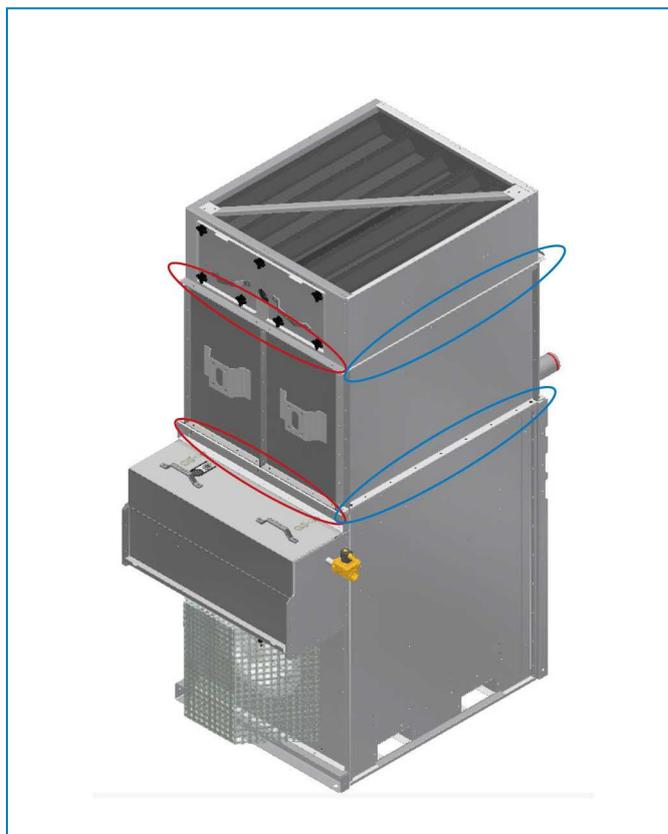

Abbildung 7 Art der Befestigungsmittel für Sprühteilanordnung
2. Entfernen Sie das Zugangsblech vom Sprühteil und bewahren Sie das Montagematerial auf. Entfernen Sie dann vorsichtig die Tropfenabscheider durch die Öffnung. Notieren Sie Ausrichtung und Ort der einzelnen Tropfenabscheider. Die Tropfenabscheider werden nach Installation des Sprührohrsystems wieder angebracht. Siehe Abbildung 7.
3. Bringen Sie Dichtband an der Oberseite des hCore™-Wärmetauschteilteils an. Lassen Sie das Dichtband an den Ecken 25 mm überlappen. Das Sprühteil kann dann angehoben und mit den vom Werk mitgelieferten Befestigungsmitteln an allen vier Seiten am unteren Teil angebracht werden (siehe Abbildung 3). Der Befestigungsmitteltyp unterscheidet sich je nach Ort und Konstruktionsmaterial des Geräts. Siehe Abbildung 7 und Tabelle 3.